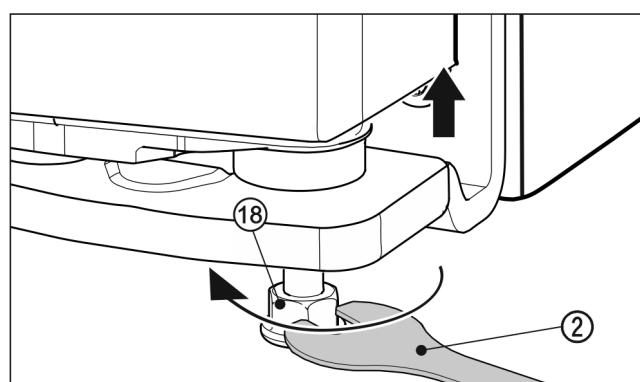

Fig. 27
- ▶ Zum Anheben der Tür den Stellfuß Fig. 27 (18) mit dem beiliegenden Gabelschlüssel Fig. 27 (2) rechtsherum bis Kontakt auf Fußboden herausdrehen. Dann weiter drehen bis die Tür in der Höhe verstellt ist. Im Auslieferungszustand ist der Lagerbolzen ganz eingedreht.